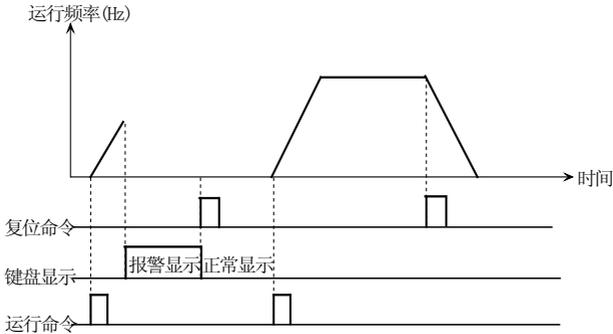

图 5-3-1 端子复位
- ◆ 在故障状态下，可用键盘 STOP/RESET 键退出故障状态，也可用定义为 RST 的端子退出故障状态，在运行状态下启用该端子可让变频器按停机方式停机。RST 指令在其上升沿执行复位动作。所以必须按“无效-有效-无效”方式操作，如图 5-3-1 所示。